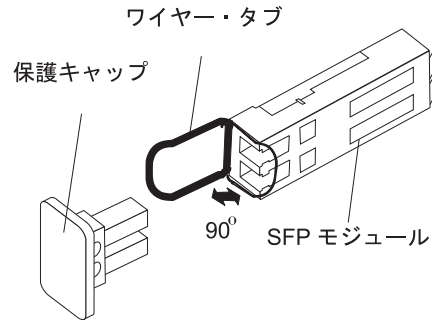

図 30. SFP モジュール・ラッチのアンロック - ワイヤー・タブの場合
- ・ ワイヤー・タブが入っている SFP モジュールの場合は、65 ページの図 30 に示すように、ワイヤー・ラッチを外側に 90°引いて SFP モジュールのラッチをアンロックします。